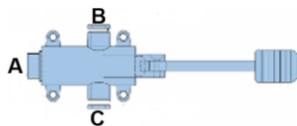

Fig. 8
- Monte el conjunto de válvulas de desagüe en el lavabo, siguiendo la secuencia de montaje, impresa en la bolsa de accesorios (Fig.8). Asegúrese de que estén bien sellados para evitar posibles fugas futuras.